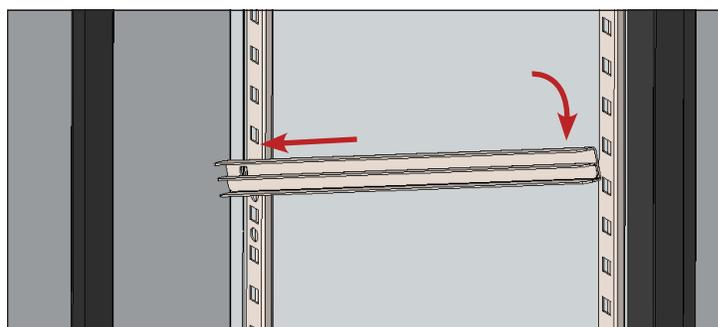

Рис. 2. Установите направляющую для задвигания полки/поддона.
3. Задвиньте зажимные элементы в выемки и проверьте, чтобы конструкция была ровной. См. рис. 2.